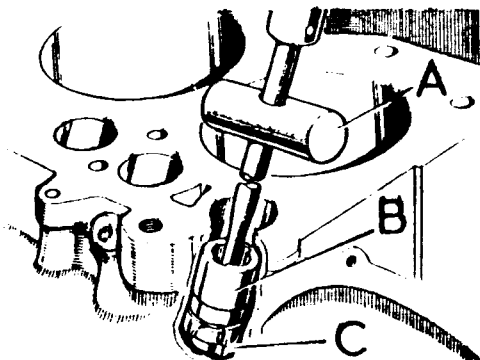

Fig. A3-60 Desmontaje de guías de empujadores
- 1.7. Extraer las guías de los empujadores, B (Fig. A3-60), empleando el útil, A, (262772). Las guías, empujadores y rodillos desmontados, deberán colocarse en el mismo orden en que iban montados en el motor.